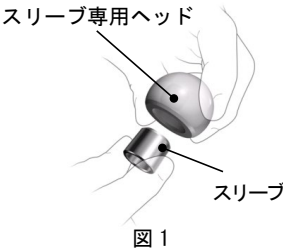

図 1
- (1) スリーブ専用ヘッドにスリーブを挿入する (図 1)。